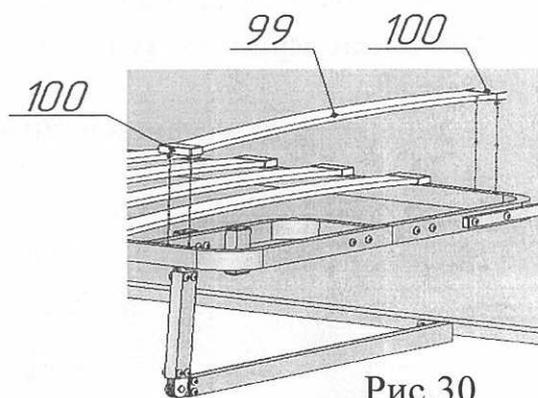

Рис.30
30. Собрать латофлексы поз.99 с латодержателями поз.100 и установить на раму дивана в соответствии с рис.30. Латодержатели должны входить в отверстия со щелчком.